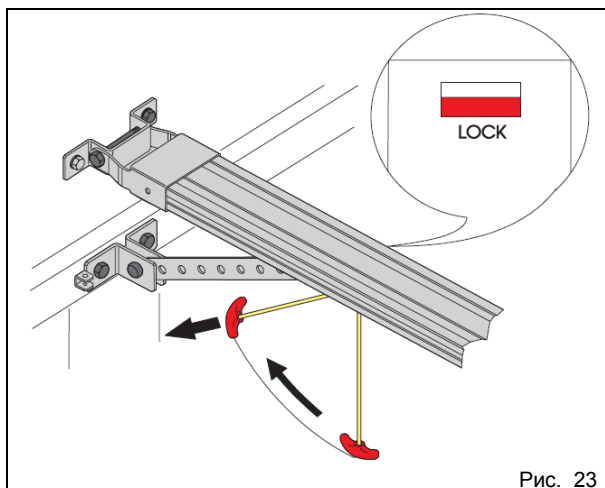

Рис. 23
- 4) Потянуть за наконечник в направлении ворот, так чтобы тросик располагался горизонтально (рис. 23). Отпустить тросик и проверить, появился ли красный флажок "LOCK" (Закрты) под кареткой. Попытаться вручную открыть ворота.